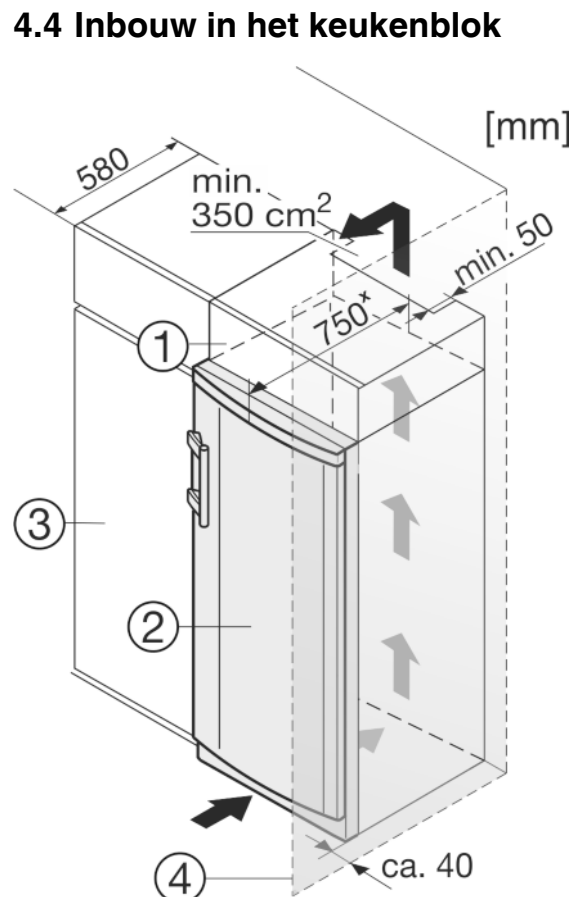

Fig. 9
Het apparaat Fig. 9 (2) kan worden ingebouwd in de keuken. Om het apparaat aan de hoogte van het keukenblok aan te passen, kunt u er een passende opbouwkast Fig. 9 (1) op plaatsen.
Plaatst u het apparaat met de scharnierkant naast een muur Fig. 9 (4), dan moet de afstand tussen apparaat en muur minstens 40 mm bedragen. Dit in verband met het uitsteken van de deurgreep bij een geopende deur.